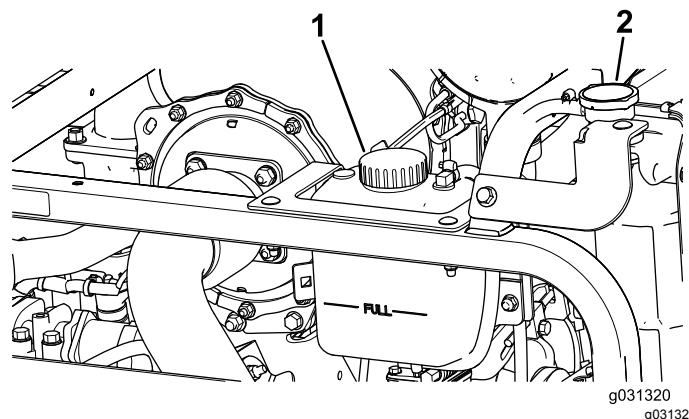

Figure 116
1. Retirez le bouchon du radiateur et le bouchon du vase d'expansion avec précaution (Figure 116).
2. Vérifiez le niveau de liquide de refroidissement dans le radiateur (Figure 116).